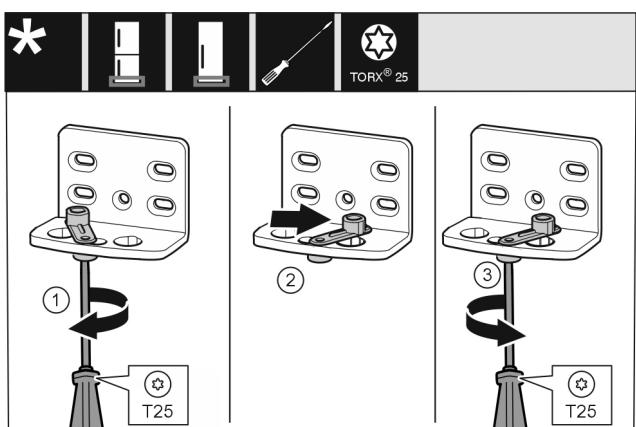

Fig. 14
- Завийте хлабаво винта с отвертка T25. Fig. 14 (1)
- Повдигнете помощното приспособление за затваряне на вратата и го завъртете в отвора с 90° надясно. Fig. 14 (2)
- Затегнете винта с отвертка T25. Fig. 14 (3)